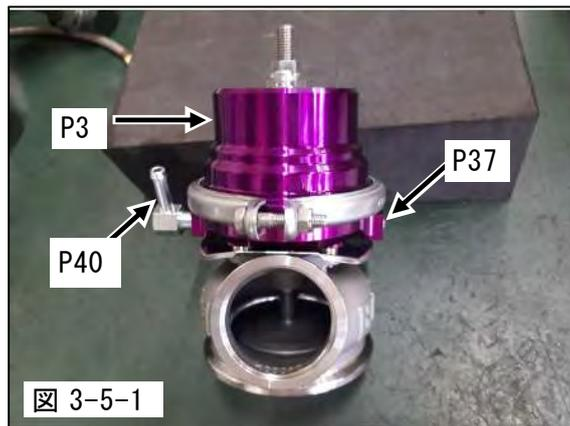

図 3-5-1
(1) プラグSUS PT1/8、ニップルL型をGT II ウエストゲート Assyに取付けてください。(図3-5-1)